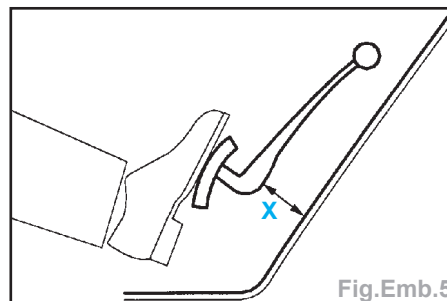

Fig.Emb.5
- Refermer la vis de purge (1).
- Vérifier qu'un début de friction du mécanisme d'embrayage apparaît à une côte (X) supérieure ou égale à 35 mm (la côte (X) est donnée à titre indicatif) (Fig.Emb.5).